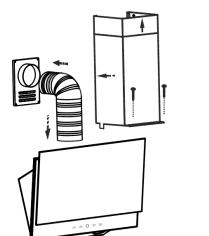

рис. 7
6.3 В зависимости от режима эксплуатации кухонной вытяжки соедините вентилятор с вентиляционной решеткой полужестким гофрированным воздуховодом (рис. 7) или установите на вентилятор угольные фильтры.